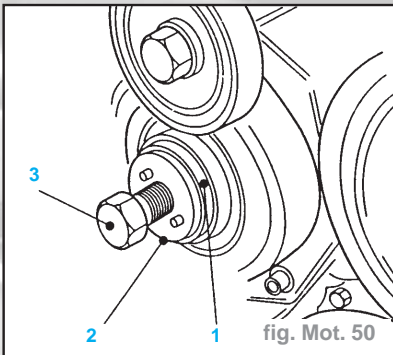

fig. Mot. 50
- Pour retirer la pompe d'injection, reposer la vis d'entraînement (3) de l'extracteur KM-8076 et serrer pour désolidariser la pompe d'injection du pignon d'entraînement (fig. Mot. 50).